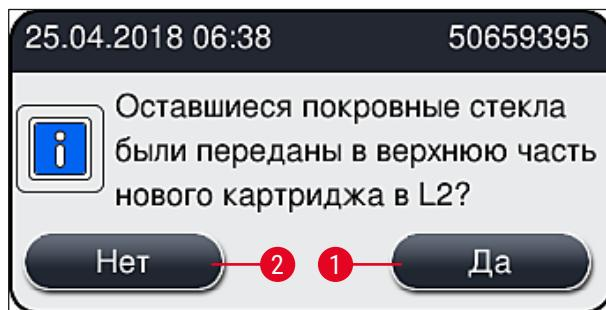

Рис. 63
8. После закрывания кожуха система запрашивает у пользователя, добавлены ли оставшиеся покровные стекла в новый картридж с покровными стеклами (→ Рис. 63). Если да, подтвердите информационное сообщение нажатием Да (→ Рис. 63-1). Если покровные стекла не были добавлены, подтвердите информационное сообщение нажатием Нет (→ Рис. 63-2).